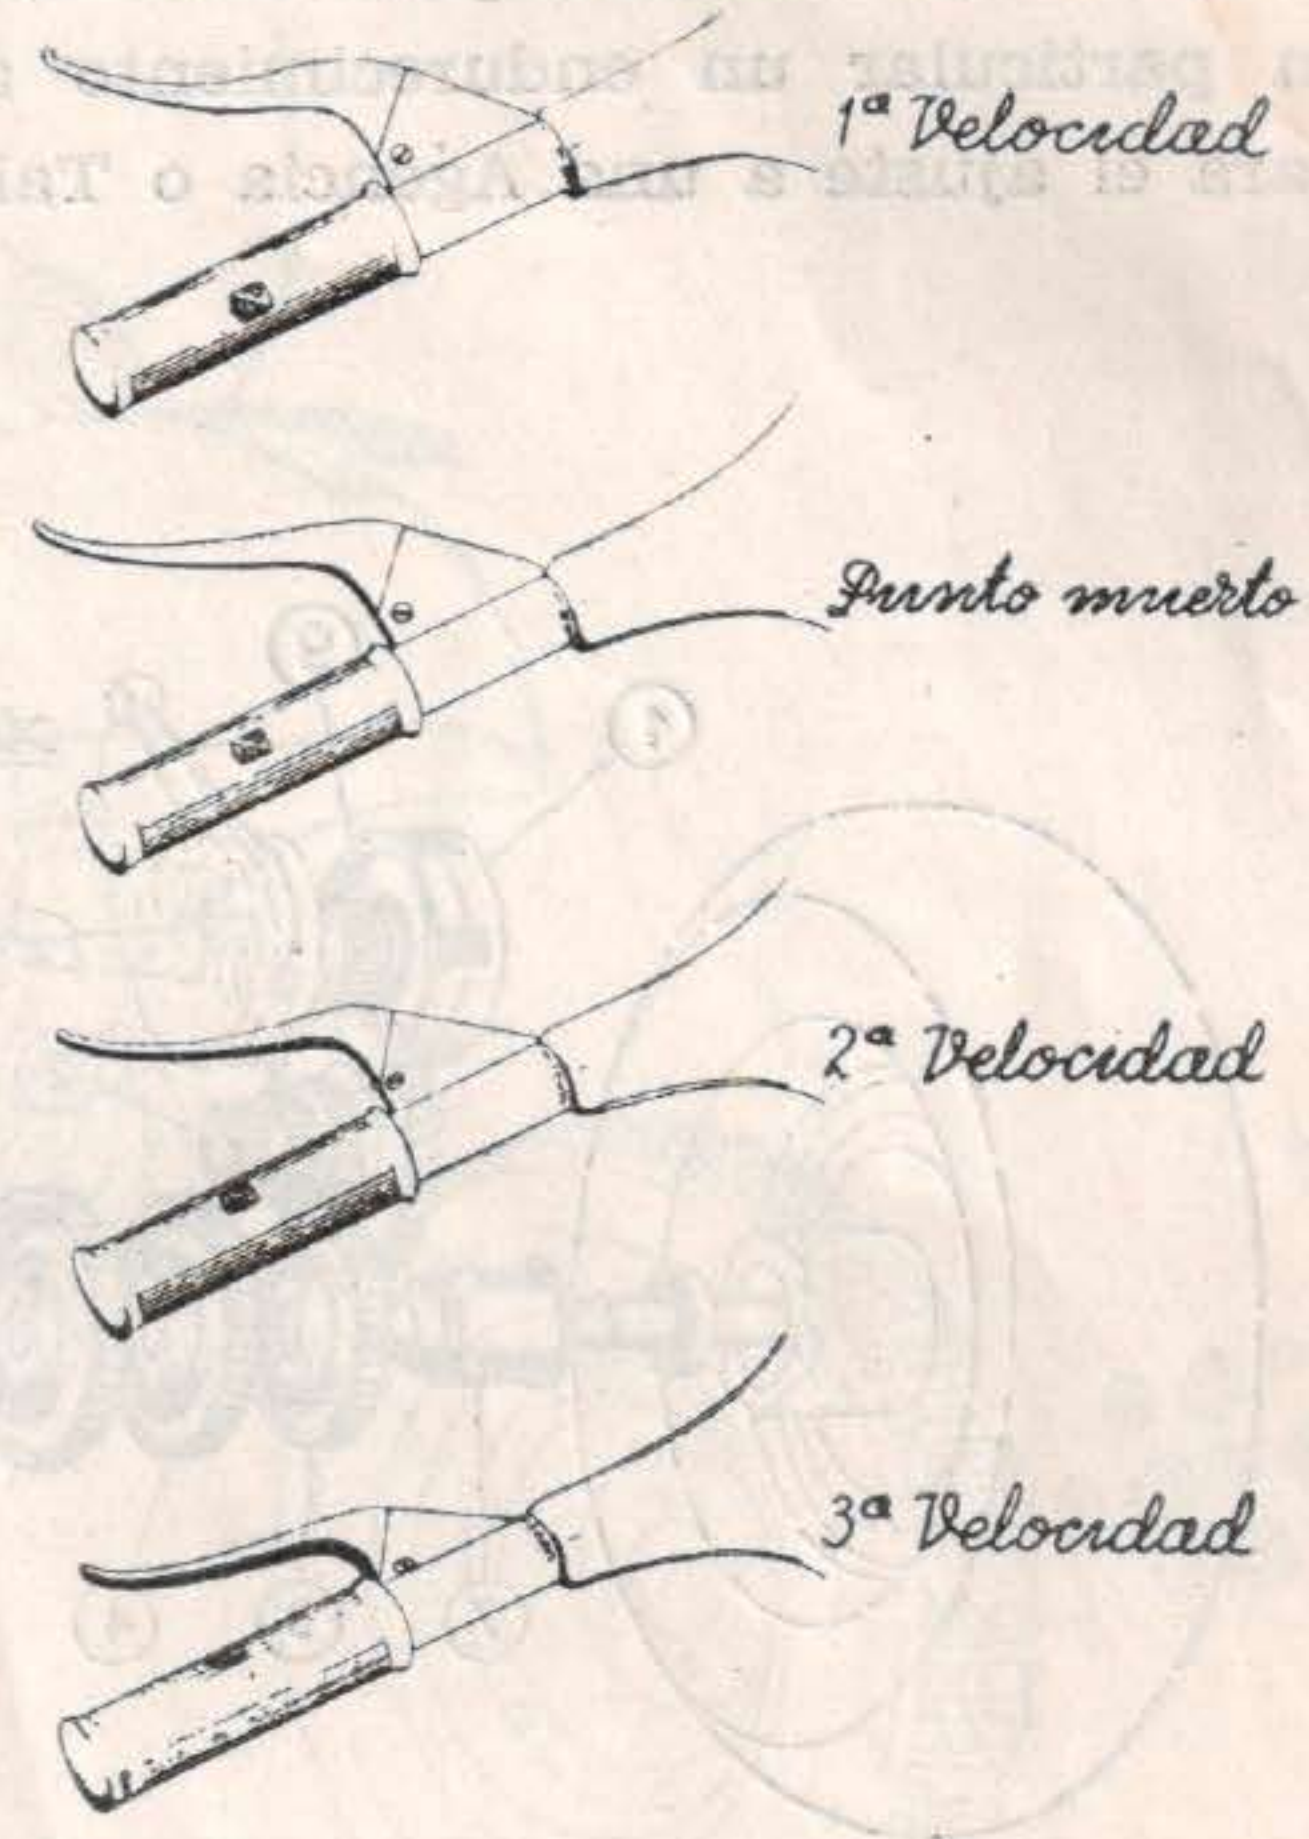

Fig 6
**Cambio de velocidad:** Para cambiar de velocidad cortar gases, accionar la palanca de embrague y girar el puño de manera que la rayita indique, entre los números grabados en el manillar, el que corresponde a la velocidad elegida (ver fig. 6). Dejar el embrague gradualmente si se pasa de las marchas superiores a las inferiores, o de golpe, si es en caso contrario, acelerando nuevamente en forma suave.